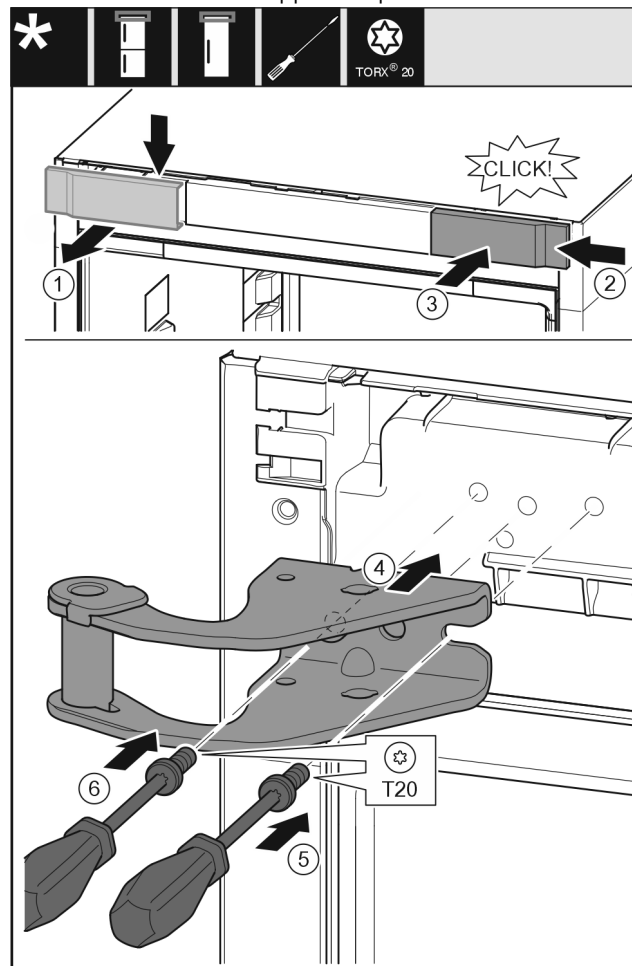

Fig. 14
- ▶ Retirer le cache du haut vers l'avant. Fig. 14 (1)
- ▶ Accrocher le cache tourné de 180° de l'autre côté de droite. Fig. 14 (2)
- ▶ Encliqueter le cache. Fig. 14 (3)
- ▶ Mettre en place le support de palier supérieur. Fig. 14 (4)
- ▶ Mettre en place la vis avec un tournevis T20 et la serrer. Fig. 14 (5)
- ▶ Mettre en place la vis avec un tournevis T20 et la serrer. *Fig. 14 (6)*